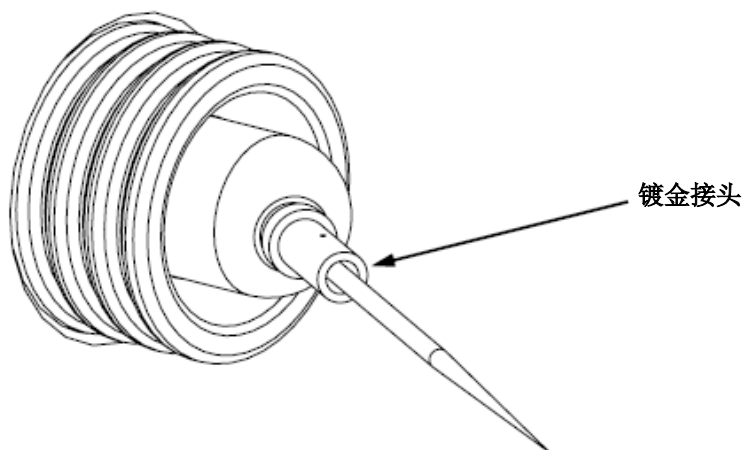

图2-4. 电晕放电探针,后视图
- c. 用钳子夹住探针镀金接头部分,直拉,将探针从插座上拔出。见图2-4。